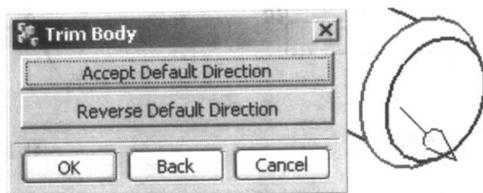

图 1-37 剪切实体
(7) 利用 Form Operation→Trim Body, 用上一步生成的曲面剪切锤子的尾部, 然后隐藏曲面, 如图 1-37 所示。